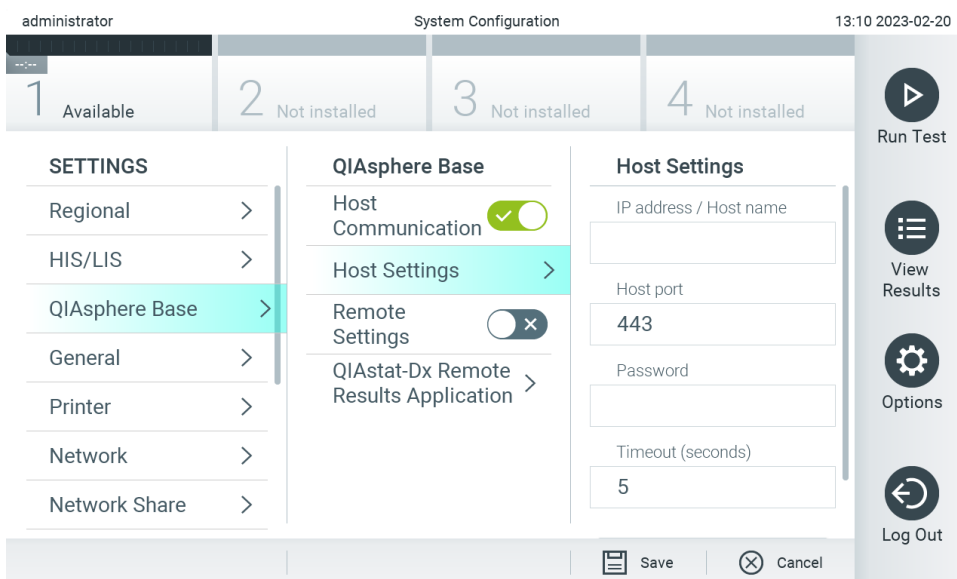

Figura 65. Configurarea conexiunii cu QIASphere Base.
4. Selectați **QIASphere Base** din lista de setări din coloana din stânga (Figura 65).